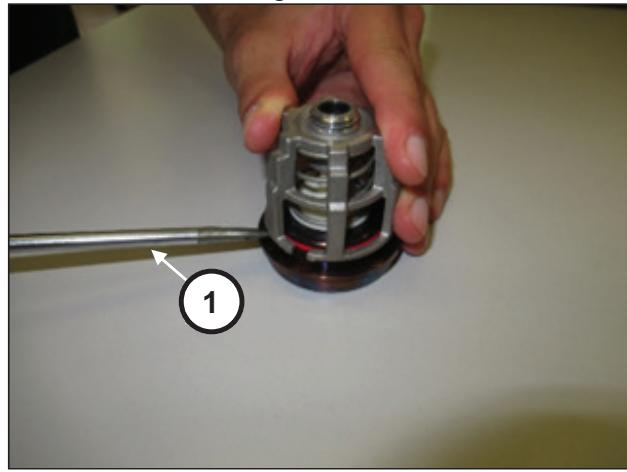

Abb. 97
Bauen Sie die Saug- und Druckventilgruppen durch Aushebeln mithilfe einfacher Werkzeuge aus (Pos. ①, Abb. 97).